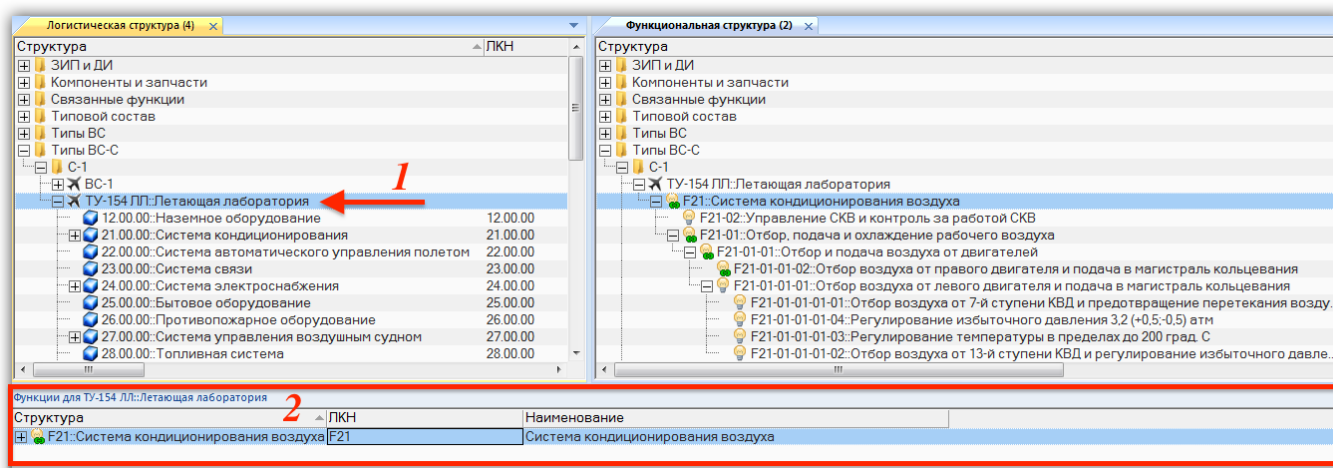

Рис. 10-293 – Рабочие окна логистической и функциональной структуры
- 4) В отобразившемся диалоговом окне нажать кнопку «Да» для подтверждения создания связи, для отмены нажать «Нет» (рис. 10-293).